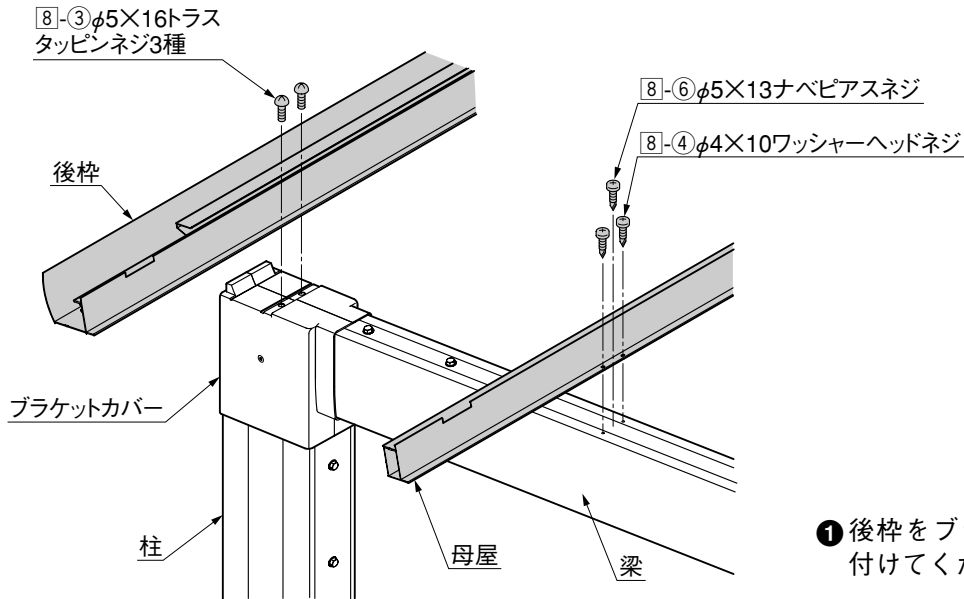

図3-1
- ① 後枠をブラケットカバーに8-③で取付けてください。(図3-1参照)